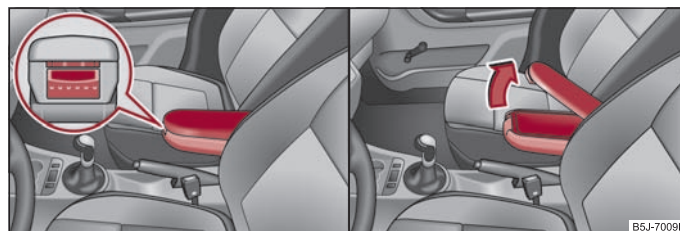

Abb. 84 Armlehne: Ablagefach / Ablagefach öffnen
- Drücken Sie die untere Taste an der Stirnseite der Armlehne ⇒ Abb. 84 links. Klappen Sie die Armlehne vor und lassen Sie die Taste wieder los.
- Drücken Sie die obere Taste und klappen Sie die Abdeckung des Ablagefachs nach oben ⇒ Abb. 84 rechts.